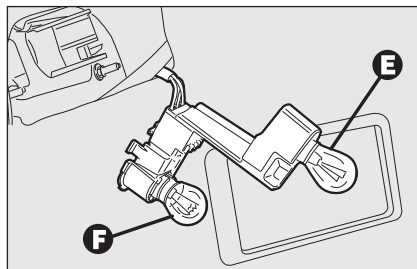

fig. 39
- enlever et remplacer l'ampoule intéressée en la poussant légèrement et en la tournant dans le sens inverse des aiguilles **fig. 39**: